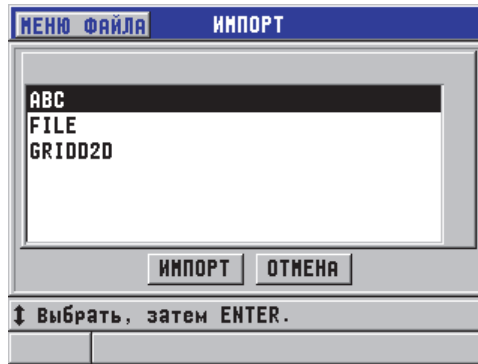

Рис. 11-3 Окно ИМПОРТ
5. В окне **ИМПОРТ** (см. Рис. 11-3 на стр. 210):